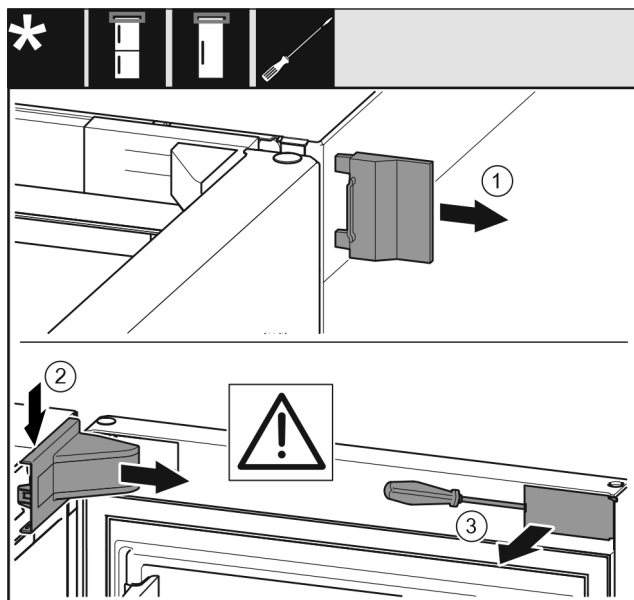

Fig. 11
- Äußere Abdeckung Fig. 11 (1) abnehmen.
- Lagerbockabdeckung Fig. 11 (2) ausrasten und abnehmen.
- Blende Fig. 11 (3) mit Schlitzschraubendreher ausrasten und zur Seite schwenken.